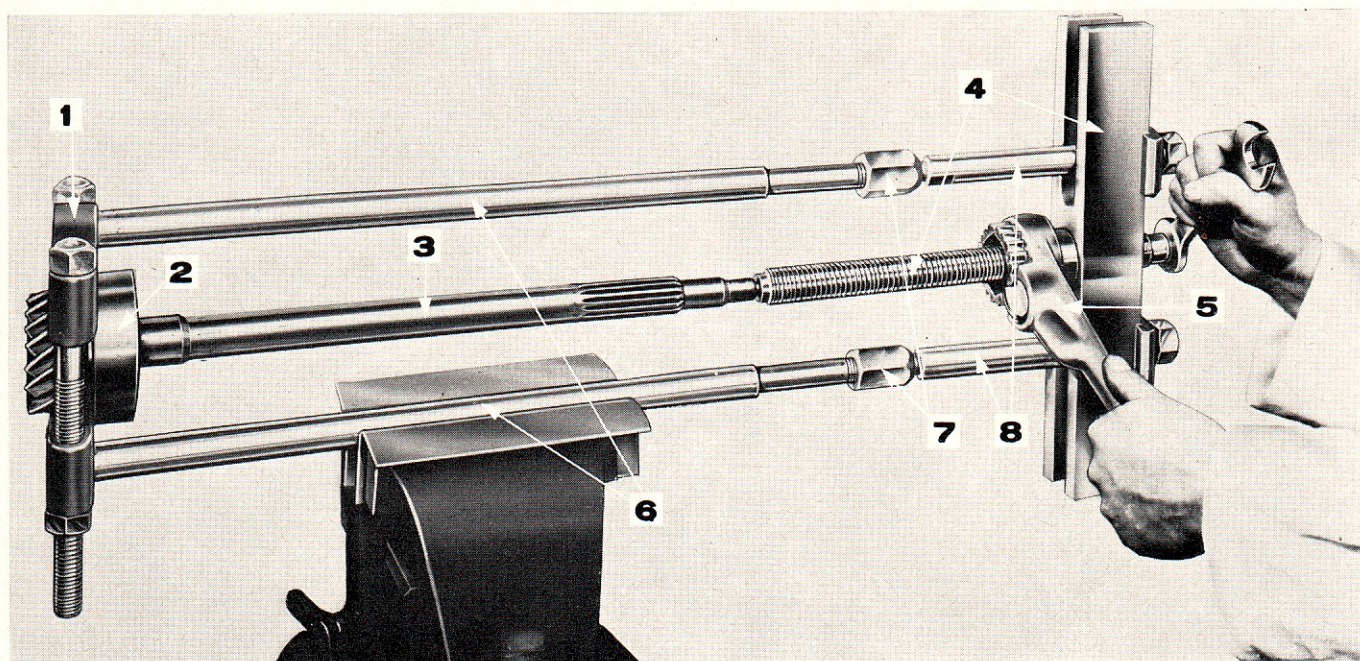

Figure 12: Dépose du roulement arrière d'arbre d'entrée de transmission
2. Contrôler l'état et l'usure des portées d'arrêt d'huile et la denture de l'arbre. Si nécessaire, déposer le jonc d'arrêt et retirer le roulement de l'arbre à l'aide des outils No. 952, 930B, 930E, 938, P61 et 924 (fig. 12).